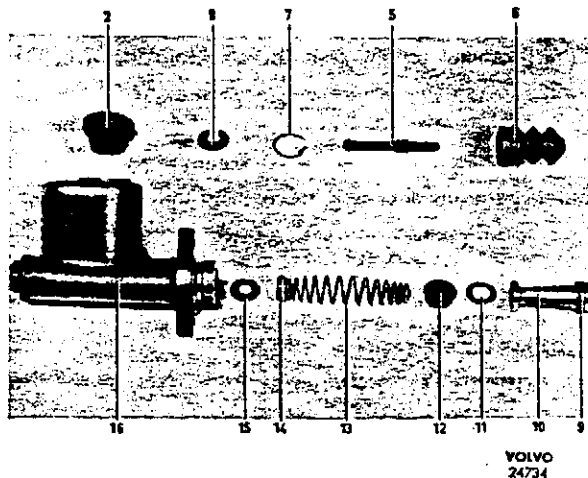

Abb. 27 Hauptzylinder
2. Gummikappe (6) nach hinten abziehen und Sicherungsring (7), Scheibe (8) und Druckstange (5) ausbauen. Sämtliche Teile aus dem Zylinder ausschütten, siehe Abb. 27.
1. Scheibe (15 Abb. 27) im Boden des Zylinders anbringen.